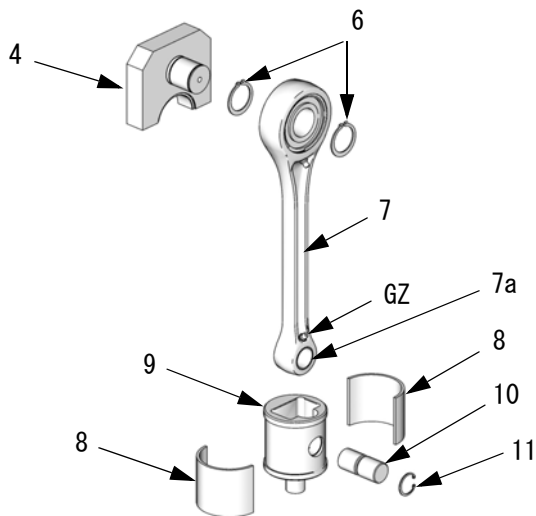

図 18. 駆動部リンケージアセンブリ
1. モーターを小刻みに運転し、修理中の側にあるポンプをそのストロークの下端に移動します。これにより結合ナット (14) へのアクセスが可能になります。
5. 図 18 を参照してください。新しい結合ロッド (7) およびスライダピストン (9) を図のように向けます。クランクアーム (4)、止め輪 (6)、ピン (10)、および止め輪 (11) を組み立てます。